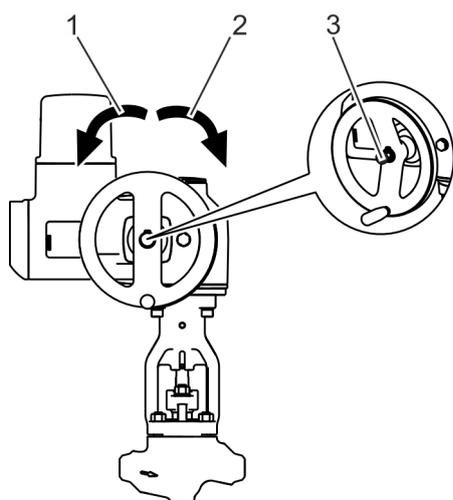

Fig. 24: Entraînement électrique :
2. ➤ Accoupler le volant (Fig. 24/3).
- Rotation dans le sens horaire (Fig. 24/2) : Fermer la vanne.
- Rotation dans le sens anti-horaire (Fig. 24/3) : Ouvrir la vanne.